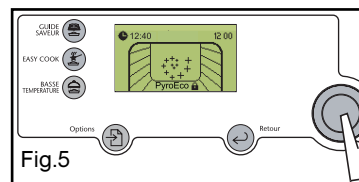

Fig.5
- Clippez votre dernière glace en plaçant l'indication "P.Y.R.O.L.Y.S.E" vers vous (fig.5).
Votre écran indique : voir (fig 5)